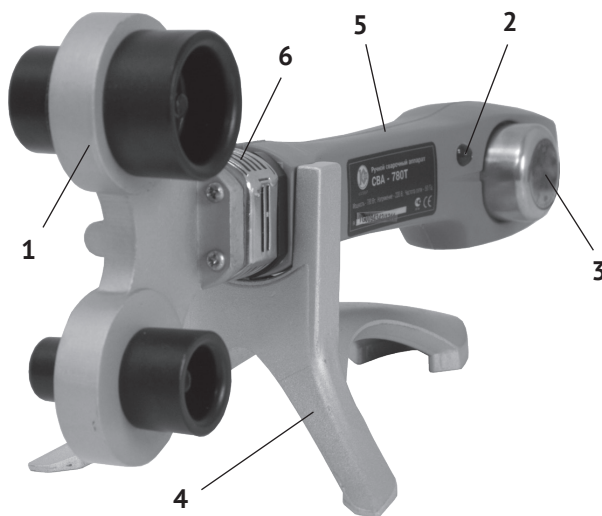

рис. 1
4.1 Общий вид сварочного аппарата представлен на рис. 1
4.2 Включение ТЭНа (при подключённом к сети аппарате) и установка температуры осуществляется ручкой термостата (рис.1 поз.3). Термостат поддерживает (в интервале от 50 до 300 °С) выставленную температуру в автоматическом режиме. Индикатор (рис.1 поз.2) включается при включении термостата и установке выбранной температуры сварки. Радиатор (рис.1 поз.6) отводит тепло от нагретого ТЭНа, понижая температуру корпуса (рис.1 поз.5).
- 6.1 Из кейса извлеките подставку (рис.1 поз.4). Установите её на ровной и надёжной поверхности рабочего стола (верстака).
- 6.3 С обеих сторон нагревательного элемента (рис.1 поз.1) установите и через отверстия закрепите парные насадки, необходимые для предстоящей работы. Насадки должны быть чистыми.
7.1 Включите сварочный аппарат в сеть. Включите ручкой (рис.1 поз.3) термостат и установите необходимую (для конкретного материала) температуру сварки.
7.2. Для достижения рабочей температуры нагревательного элемента (рис.1 поз.1) и установленных насадок потребуется некоторое время.
Корректировку температуры производите регулятором температуры нагрева ручкой термостата (рис.1 поз.3).